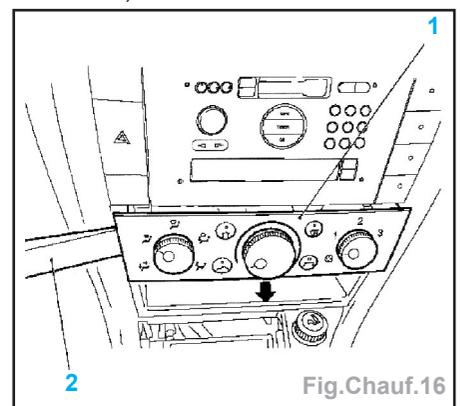

Fig. Chauff.16
- Déposer le bloc de commande (1) à l'aide d'une spatule en plastique (2) (Fig. Chauff.16).